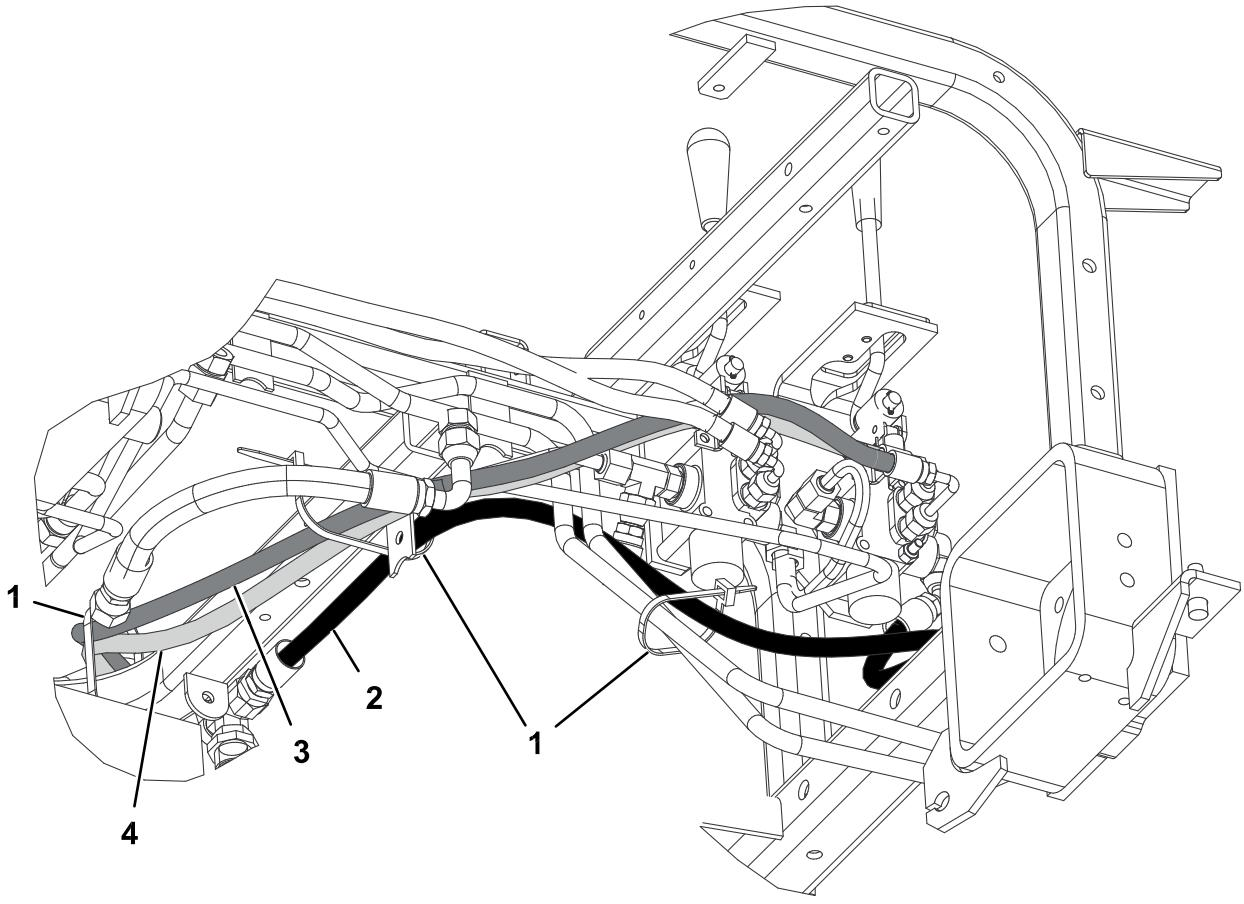
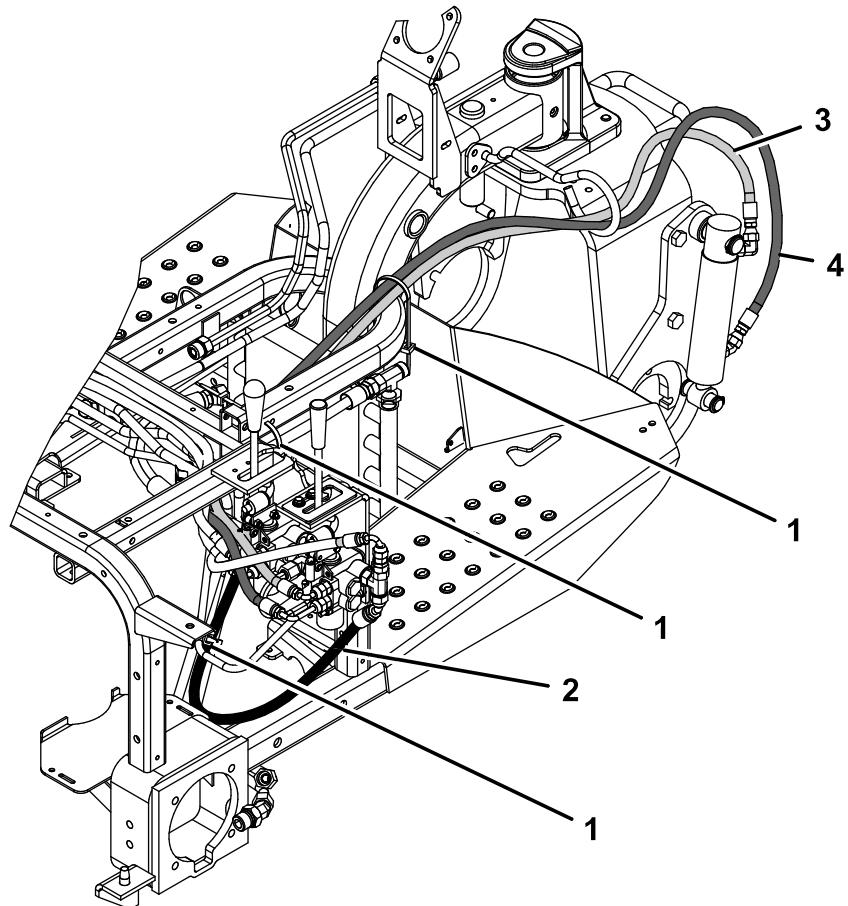

図 23
図 24
ホースのストレート端をオイル クーラーの空いている継手に接続する (図 22)。ホースの取り回しについては、図 23と図 24を参照方。
4. 油圧ホース (部品番号 108-8453) の短いエルボ継手端をバルブ後部の上部ストレート継手に接続する。ホースをワイヤーホースホルダーに通して取り回し、ホースのストレート端を上部の油圧シリンダー継手に接続する (図 22)。ホースの取り回しについては、図 23と図 24を参照方。
5. 油圧ホース (部品番号 108-8454) の長いエルボ継手端をバルブ後部の下部ストレート継手に接続する。ホースをワイヤーホースホルダーに通して取り回し、ホースのストレート端を下部の油圧シリンダー継手に接続する (図 22)。ホースの取り回しについては、図 23と図 24を参照方。
8. ケーブルタイを使って、図 23と図 24に示す位置でホースをマシンに固定する。